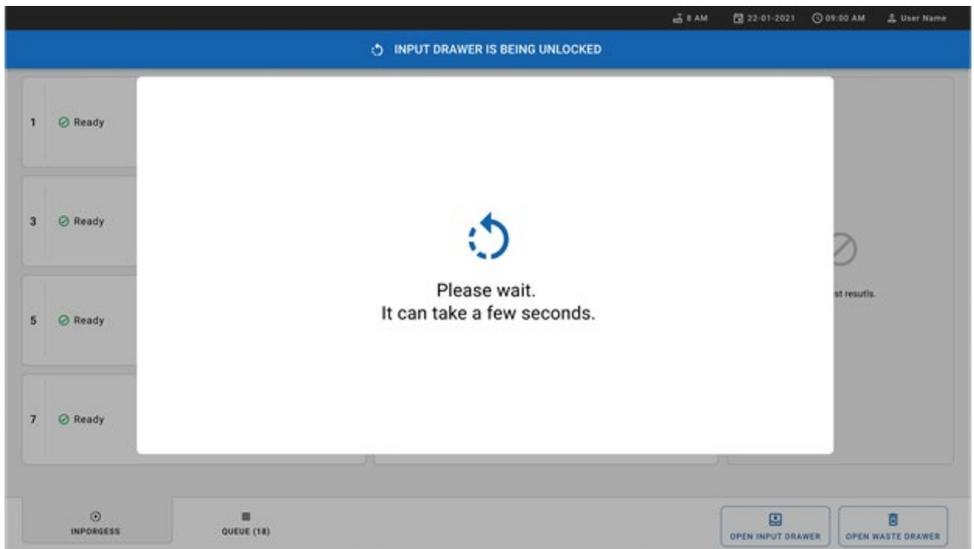

Abbildung 21. Warte-Dialogfeld, während Eingabeschublade entsperrt wird.
5. Warten Sie, bis die Eingabeschublade entsperrt wird (Abbildung 21).